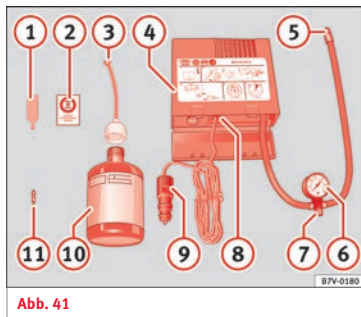

Abb. 41
- Ventilkappe und Ventileinsatz vom Reifenventil abschrauben. Verwenden Sie den Ventileinsatzdreher »» **Abb. 41 1** zum Heraus-schrauben des Ventileinsatzes. Legen Sie den Ventileinsatz auf einem sauberen Untergrund ab.
- Reifendichtmittelflasche kräftig schütteln »» **Abb. 41 10**.
- Schrauben Sie den Einfüllschlauch »» **Abb. 41 3** auf die Dichtmittelflasche. Die
- Verschlussstopfen vom Einfüllschlauch »» **Abb. 41 3** entfernen und das offene Ende ganz auf das Reifenventil stecken.
- Ventileinsatz mit dem Ventileinsatzdreher »» **Abb. 41 1** wieder in das Reifenventil schrauben.
- Reifenfüllschlauch »» **Abb. 41 5** des Luftkompressors fest auf das Reifenventil schrauben.
- Prüfen, ob die Luftablassschraube »» **Abb. 41 7** zuge dreht ist.
- Stecker »» **Abb. 41 9** in die 12 Volt-Steckdose des Fahrzeugs stecken »»  Seite 113.
- Luftkompressor mit dem EIN- und AUS-Schalter »» **Abb. 41 8** einschalten.